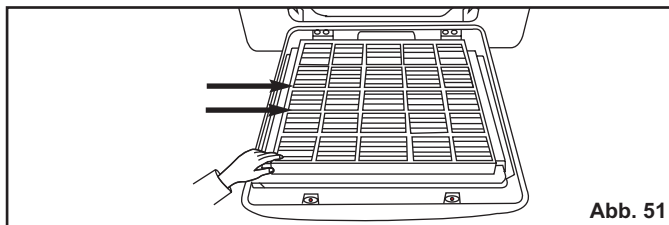

Abb. 51
- 1 Die Filter seitlich ausziehen und dabei einen leichten Druck auf die in Abb. 51 zu sehenden Punkte ausüben.